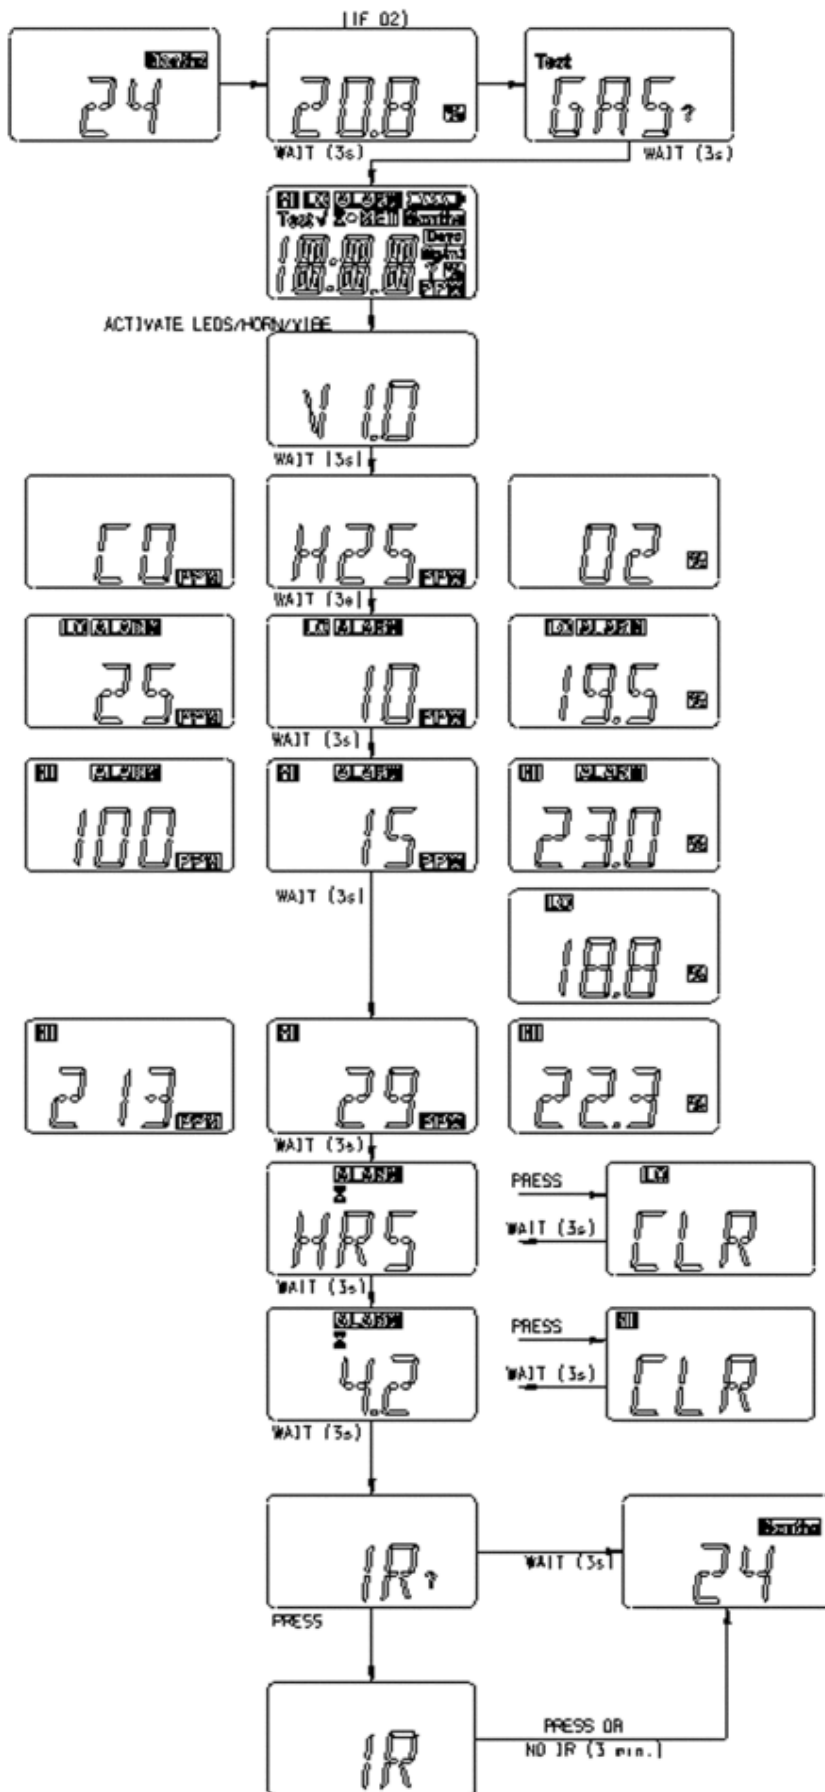

Figura 5 Diagrama de flujo del acceso a las páginas del ALTAIR
- Consulte la sección Figura 5 para obtener información más detallada al respecto.